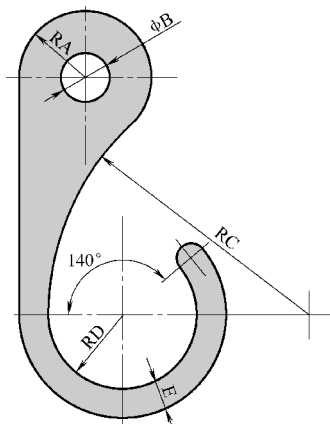

图 C-1 赛题 1
1. 参照图 C-1 绘制图形，注意其中的同心、相切等几何关系。请问图形中深色区域的面积是多少？（输入答案时请精确到小数点后两位，下同）